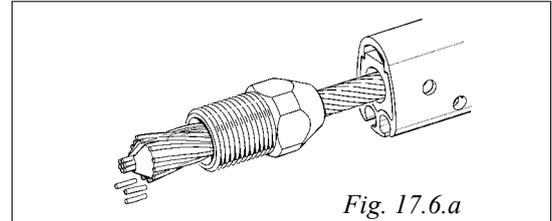

Fig. 17.6.a
6. Tagliare tutti i fili piegati dello strallo che fuoriescono dal cono di circa 5 mm Vedi alla Fig. 17.6.a.